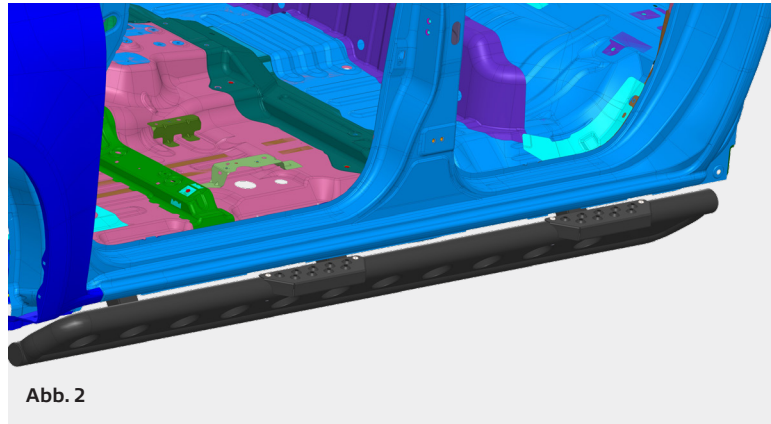

Abb. 2
Mit den beiliegenden M8 Linsenkopfschrauben die Einstiegstritte wie in Abb. 2 gezeigt verschrauben. Wenn die Trittstufen nicht montiert werden Gewinde mit den Schrauben verschließen.
*Use the M8 lens head bolts to mount the entry steps, like shown in Abb. 2. If you do not want to mount the entry steps close the threaded holes with the bolt alone.*